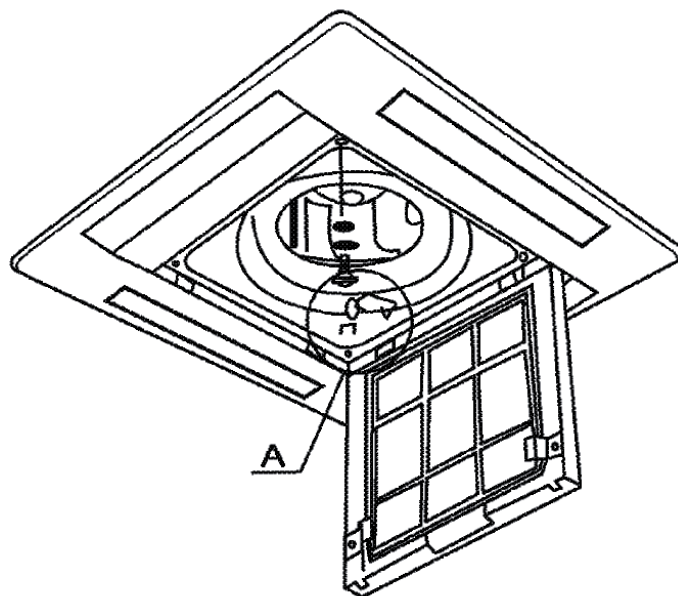

Fig.12
- (1). Anslut mottagaren enligt detaljskiss A i Fig. 12.
- (2). Fäst sedan kabeln med en klämma så att den inte riskerar att vidröra de roterande delarna.